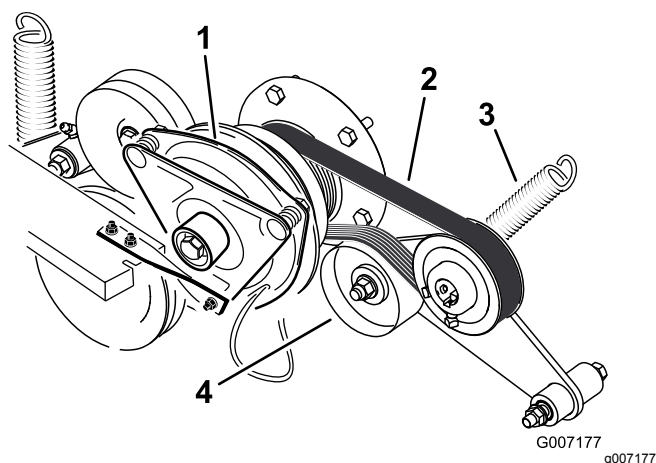

Figura 73
3. Togliete la molla di tensione dal braccio di rinvio (Figura 73).
4. Installate la nuova cinghia attorno al motore e alla puleggia della pompa idraulica (Figura 73).
6. Montate la molla sul braccio di rinvio (Figura 73).